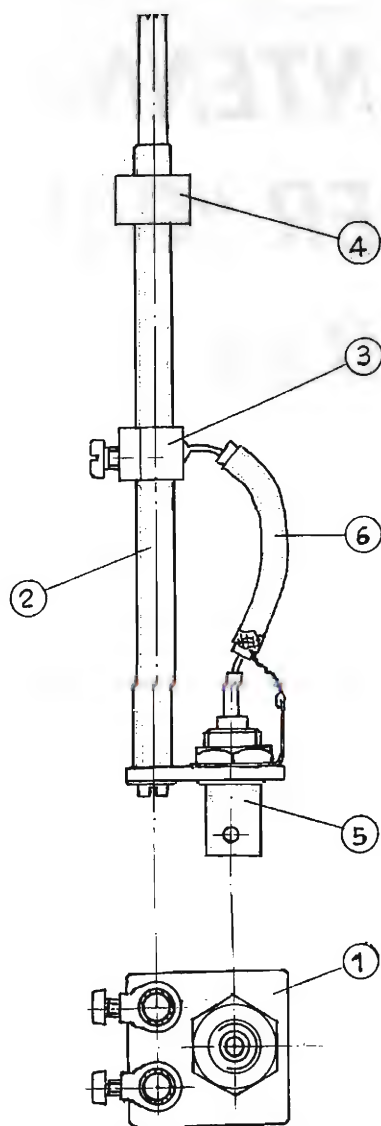

figura 2 - Scala 1:1.
- la presa BNC da pannello (vedi particolare 5 di figura 2) con il suo dado di serraggio (tra la piastrina ed il dado interporremo una rondella con paglietta di massa che stagne-remo alla calza schermante che, poi, an-
Il particolare 6 di figura 2 è costituito da circa 6 cm di cavetto coassiale RG58 il quale ha il compito di collegare i poli del BNC ai cursori del "gamma-match", come si vede chiaramente nel disegno.